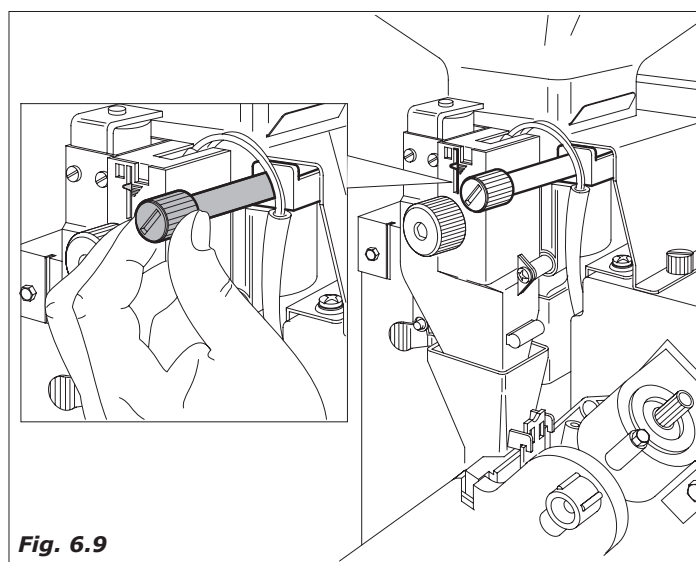

Fig. 6.9
- **Regolazione del grado di macinatura manuale.** Ruotare la vite (Fig.6.9) per ottenere i risultati desiderati.